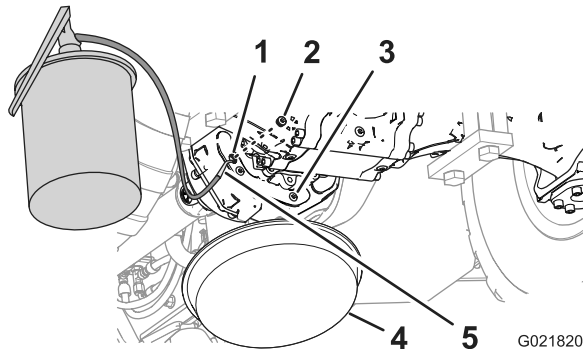

Figura 75
5. Instale uno de los tapones en el orificio de vaciado de la transmisión (Figura 75).
6. Llene la transmisión con el aceite especificado por el orificio visor hasta que el aceite llegue a las roscas de la parte inferior de la toma (Figura 75).
8. Instale el otro tapón en el orificio visor de la caja de piñones (Figura 75)